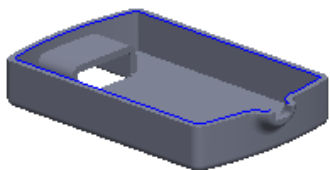

图 3.34.46 组合曲线 1
Step5. 创建组合曲线 1。选择下拉菜单 **插入(I)** → **曲线(U)** → **组合曲线(C)** 命令；选取图 3.34.46 所示的模型边线为要组合的边线；单击对话框中的 按钮，完成组合曲线 1 的创建。